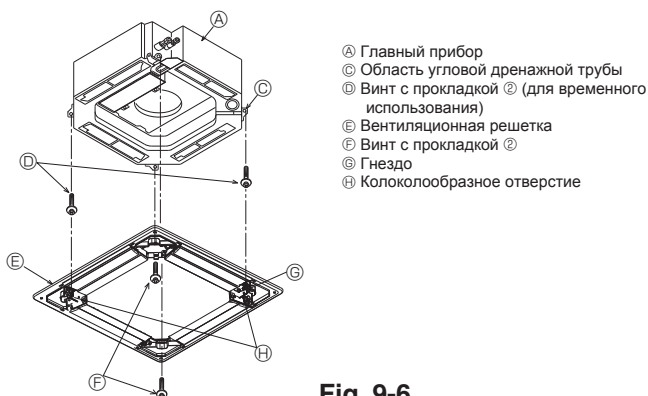
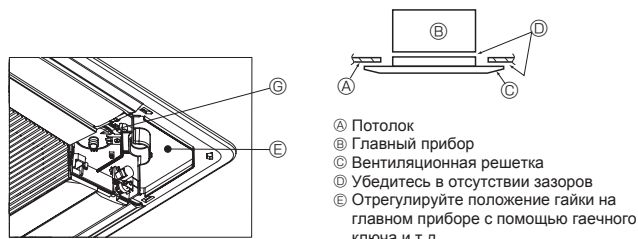

Fig. 9-6
Fig. 9-7
9.4.2. Временная установка вентиляционной решетки (Fig. 9-6)
• Временно закрепите решетку, используя колоколообразные отверстия, для чего установите гнездо ⑥ решетки в область угловой дренажной трубы главного прибора.
9.4.3. Крепление вентиляционной решетки (Fig. 9-7)